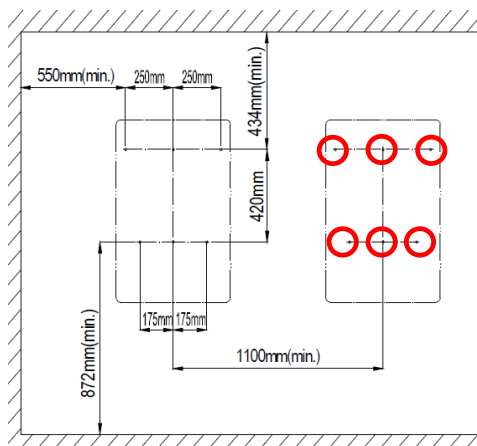

图 3-4 挂壁支架安装孔位图
- (1) 按图3-4所示标记安装挂壁支架的6个螺栓孔位置；